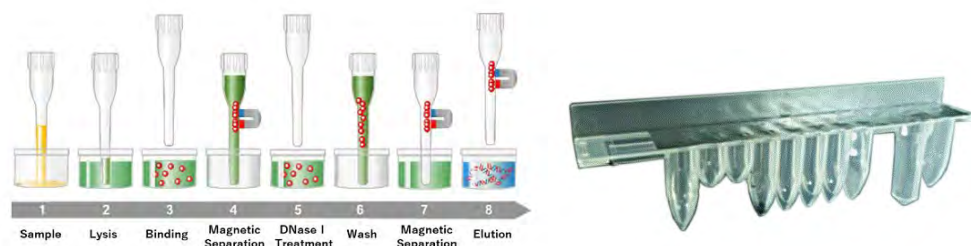

Figura 1-7: Principio di estrazione dell'RNA e cassetta di estrazione ELITE InGenius SP RNA
- Il set di reagenti è stato ottimizzato per l'isolamento di acidi nucleici da campioni di 200  $\mu$ L. (Figura 1-7: ELITE InGenius – SP RNA Cartuccia e principio di estrazione).